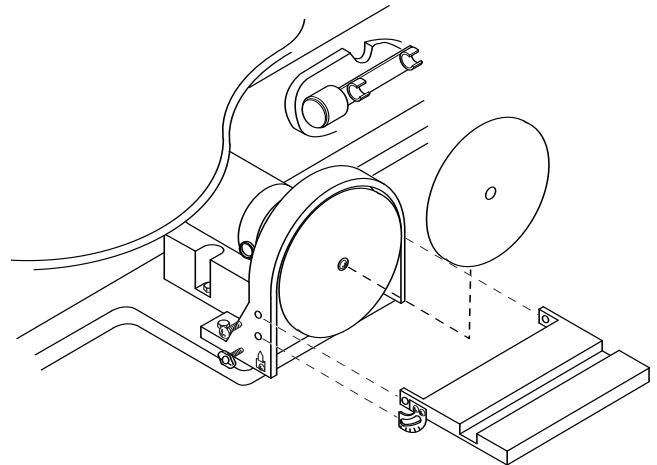

Figura 15. Remoción e Instalación de Discos Abrasivos
1. Afloje el pomo de fijación de la mesa y la mesa de la sierra se podrá inclinar hacia la izquierda y se podrá fijar en cualquier ángulo desde la posición de corte horizontal a 0° hasta la posición a 45° para realizar cortes en bisel (Figura 15). La herramienta también cuenta con retenes de la inclinación de la mesa que se acoplan con un chasquido en su sitio a la izquierda cada 15° . La mesa se puede inclinar hacia la derecha hasta 5° .
El disco suministrado con la lijadora es de tipo autoadhesivo. Vea la Figura 15.